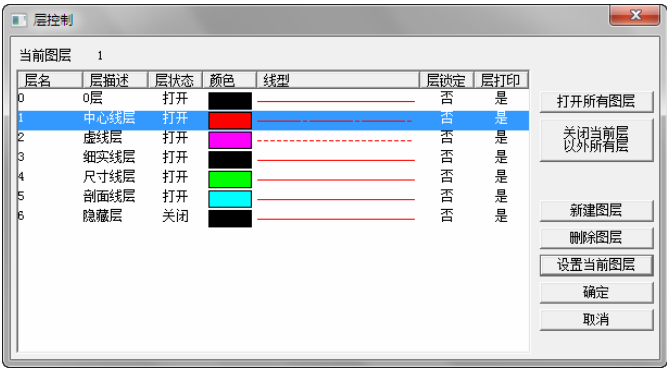

图 4-122 “层控制”对话框
1) 选择下拉菜单“格式”→“层控制”命令，弹出“层控制”对话框，选中“1：中心线层”，单击“设置当前图层”按钮，设置成当前图层，如图 4-122 所示。